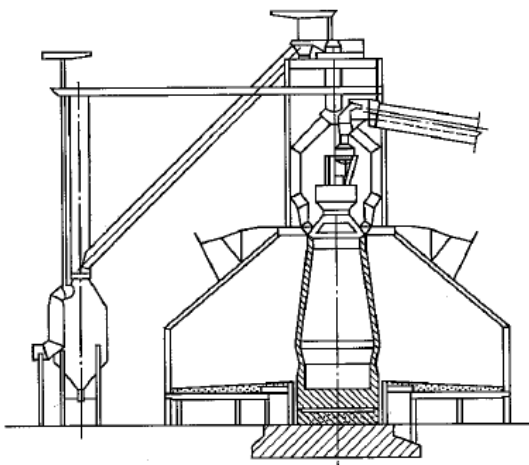

Рис. 2 - Самонесущий кожух шахты без маратора
6. Самонесущий кожух шахты без маратора. Эту конструкцию применяли на доменных печах полезным объемом 3200, 5000 и 5500 м³. Опора колошникового устройства при этом выполнена в двух вариантах в зависимости от типа литейного двора. При прямоугольной его форме опора состоит из шести колонн, связанных вокруг печи кольцевой балкой, передающих нагрузку на фундамент печи. Опорную балку выполняют из стали 10Г2С1. На печах с кольцевыми литейными дворами опорные колонны отсутствуют и колошниковое устройство опирается на перекрытие шатра поддоменика (рис. 2).